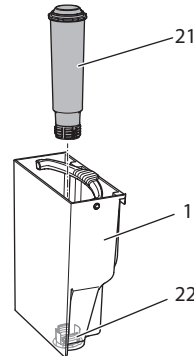

Fig. 15: Vissage/dévisage du filtre à eau
- Retirer la cartouche filtrante à eau (voir Fig. 15 à la page 67).
9. Mettre un nouveau filtre en place dans le réservoir d'eau (voir *Fig. 15*).
3. Retirer le filtre à eau (voir Fig. 15).